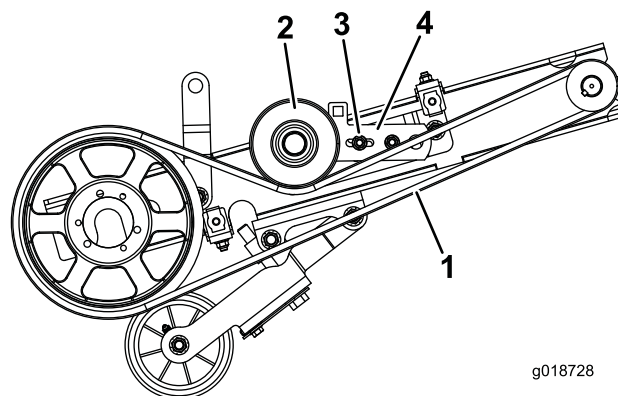

Figura 24
1. Retire a porca e o parafuso que prendem o suporte da polia intermediária (parafuso no orifício ranhurado no suporte) ao suporte de ajuste da tensão (Figura 24).
4. Retire a proteção da correia inferior e a correia de transmissão do cilindro (Figura 24).